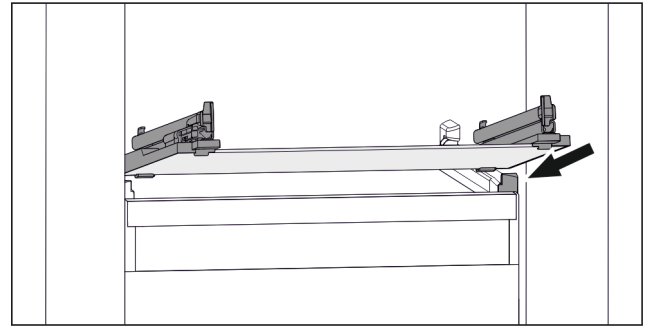

Fig. 154 Beispielhafte Darstellung der Glasplatte
- ▶ Glasplatte schräg hinter den Stoppern aufsetzen. (siehe Fig. 154)